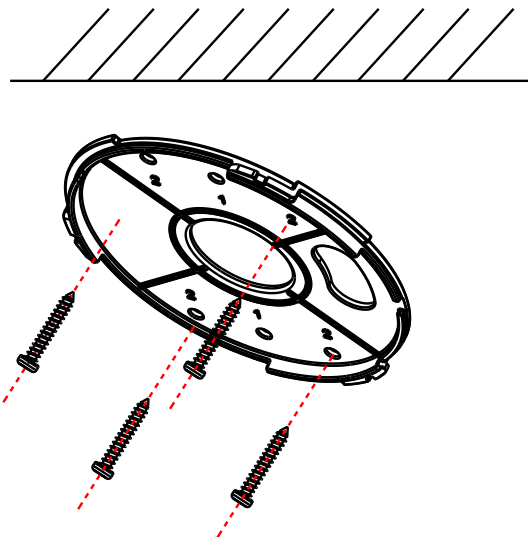

Рис. 2.2. Крепление монтажного основания к поверхности
- Прикрепите монтажное основание к поверхности (см. Рис. 2.2).